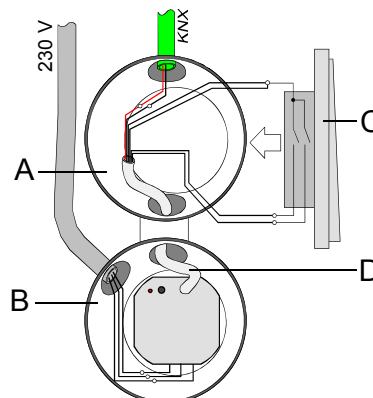

Bild 2
Es wird empfohlen, den Aktor in zwei miteinander verbundene Unterputz-Dosen zu installieren (vgl. Bild 2). Die eine Dose (A) kann neben dem Bus- und Nebenstellenanschluss auch z. B. einen Serienschalter (C) aufnehmen. Die andere Dose (B) nimmt den Aktor und die 230-V-Klemmen auf. Die 6polige Anschlussleitung (D) wird durch die Dosenverbindung geführt.